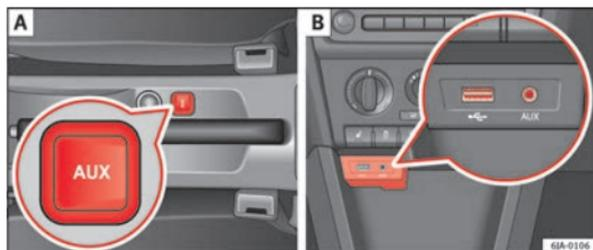

Abb. 40 AUX-IN-Eingang und MDI-Eingang
- über der Mittelkonsole zwischen den Vordersitzen ⇒ Abb. 40 - A;
- über dem Ablagefach an der Mittelkonsole vorne ⇒ Abb. 40 - B;
Der MDI-Eingang befindet sich oberhalb der Ablage der Mittelkonsole vorne ⇒ Abb. 40 - B;